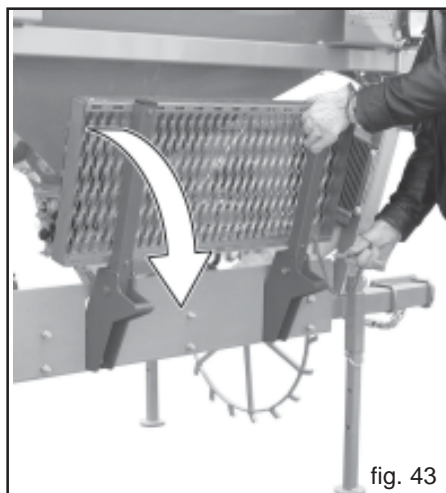

fig. 43
- 1) Sprijiniți picioarele de susținere ale mașinii pe sol. Îndepărtați boltul de fixare, și lăsați în jos scara de inspecție (Fig. 43).